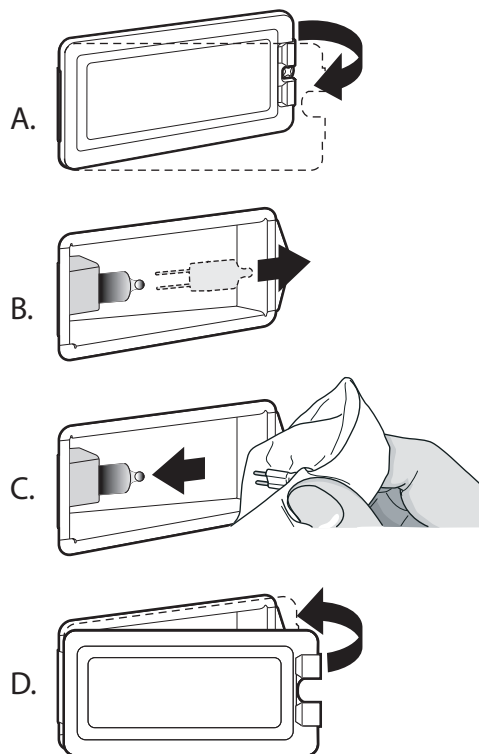

Figure 34 : Emplacement de l'ouverture
3. Insérez la pointe d'un tournevis plat entre l'attache de fixation et le boîtier de la lampe (Figure 34, A).
6. Enlevez le couvercle de la lentille de verre (Figure 34, B).
8. Ne touchez pas au verre de la nouvelle ampoule de remplacement avec vos doigts, sans quoi elle ne fonctionnera pas lorsque vous l'allumerez. Prenez l'ampoule de remplacement avec un linge sec et propre. Localisez les deux fentes du support de céramique en y poussant doucement les deux broches de l'ampoule (Figure 34, C).
11. Rallumez le disjoncteur (Figure 34, D).